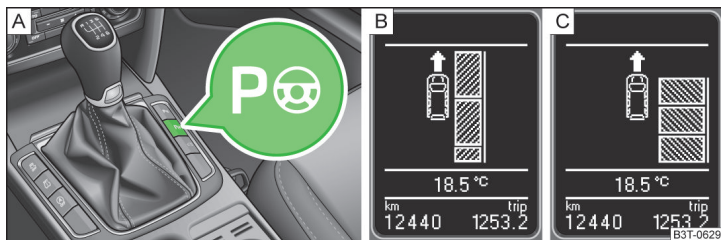

Fig. 148 Tasta sistem / Afișajul ecranului
Când sistemul este activ, luminează în tastă lampa de control  » fig. 148 / a pagina 159 - .
- Apăsăți **o dată** tasta simbol  » fig. 148.
Pe afișaj se afișează următoarele » fig. 148 - .
- Apăsăți **de două ori** tasta simbol  » fig. 148.
- Apăsați o dată tasta simbol  » *fig. 148 la pagina 159.*